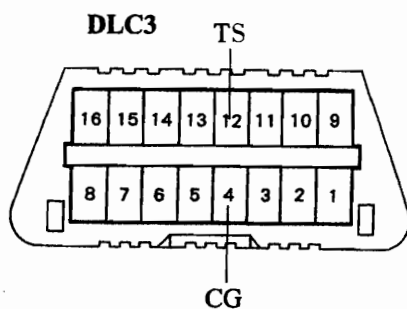

图 8-2-26
1.将点火开关转到 ON 位置,如图 8-2-26 所示,检测 DLC3 端子 TS 与 CG 间的电压,应为 10~14V
如图 8-2-26 所示,用跨接线连接 DLC3 端子 TS 与 CG,ABS 警告灯应闪亮